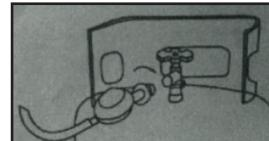

Fig. 2
2. Ruotare il riduttore di pressione per collegarlo alla valvola d'angolo della bombola del gas. (Fig. 2)